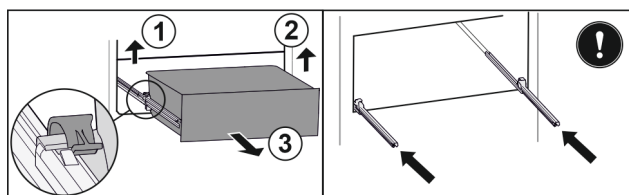

Fig. 75
- ▶ Ridicați clema din stânga și trageți concomitent sertarul din stânga spre înainte. Fig. 75 (1)
- ▶ Ridicați clema din dreapta și trageți concomitent sertarul din dreapta spre înainte. Fig. 75 (2)
- ▶ Extrageți sertarul spre înainte. Fig. 75 (3)